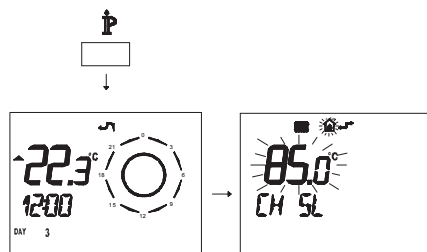

Figura 5.42
- Premere per più di 3 secondi il pulsante **P** para per entrare in modalità **INFO** (Figura 5.42).